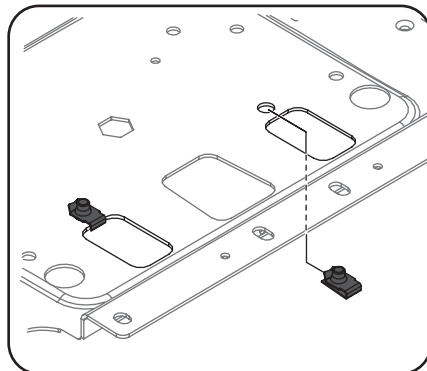

Figura 4-18
2. Deslice las 2 tuercas de horquilla (926-0211) en los orificios del montaje en el lado de abajo del bastidor del tractor. La vista superior se muestra a continuación. Consulte Figura 4-18.